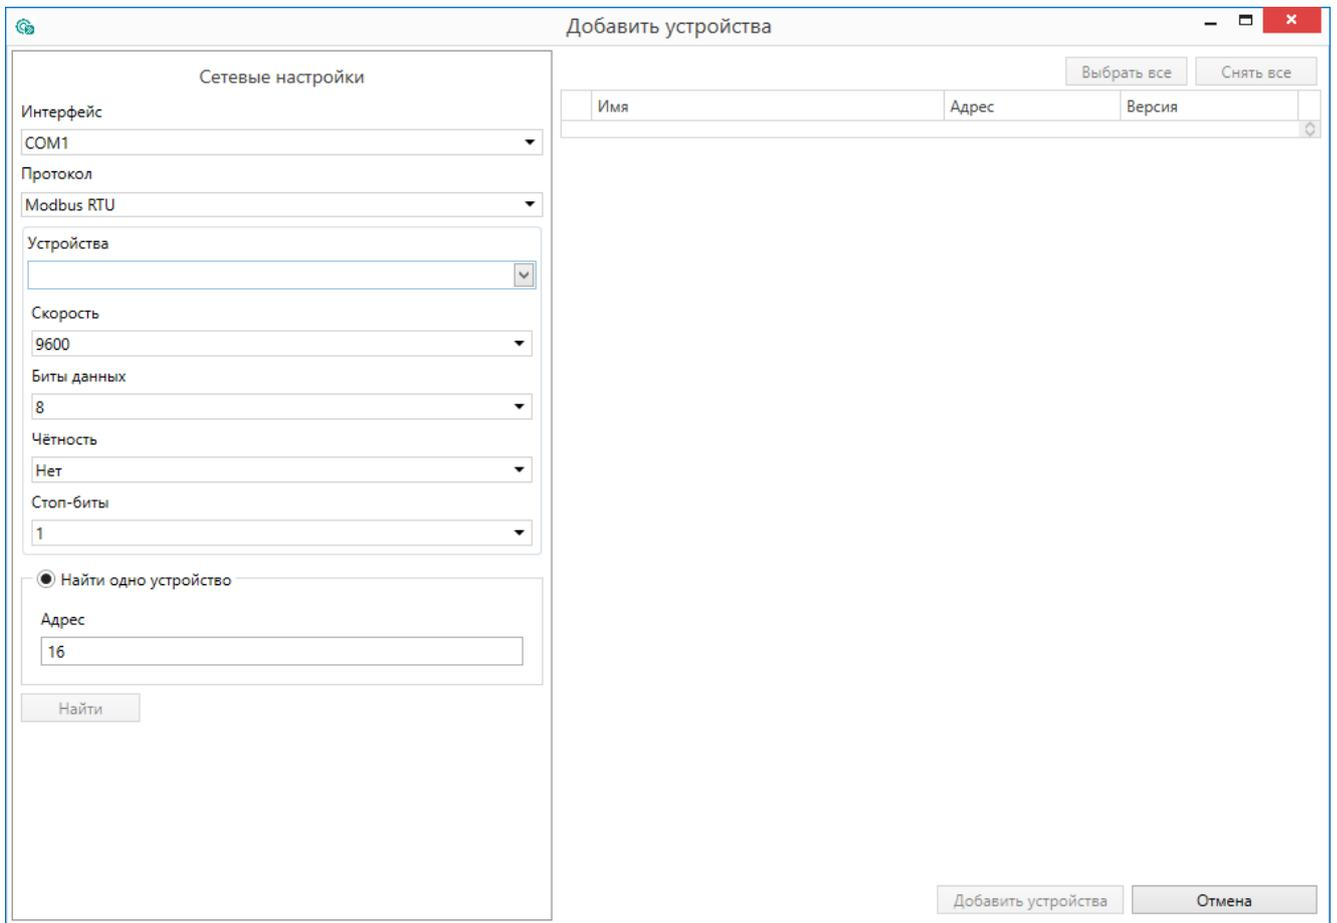

Рисунок 13 Окно с настройками подключения
4. Нажать кнопку «**Добавить устройства**» в главном меню **Проект**. Откроется окно (см. Рисунок 13) с настройками подключения к устройству.